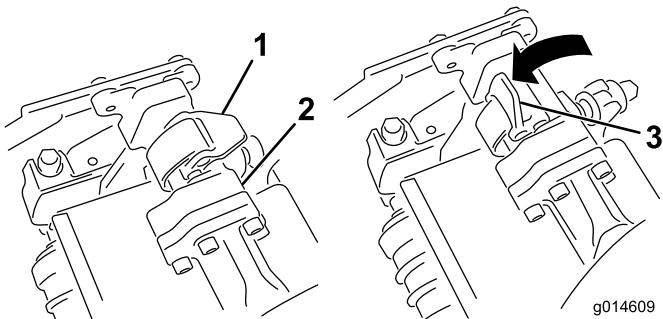
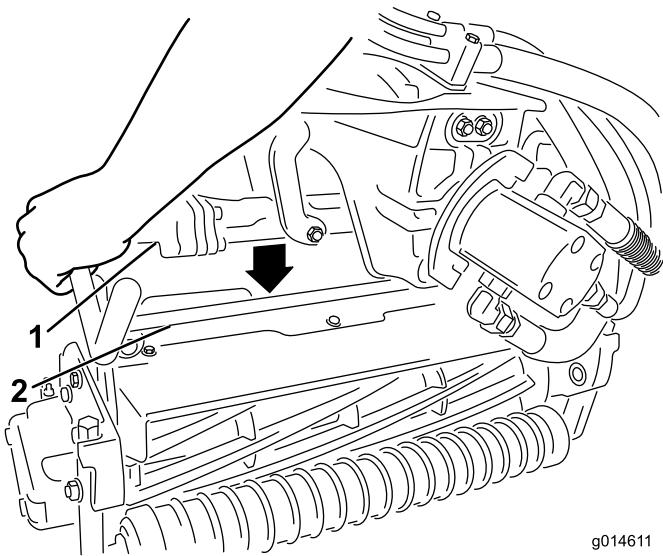

図 33
図 34
4. サスペンションアームのバーについているラッチを上向き開いた状態にして(図33、サスペンションアームを押し下げて、バーを、カッティングユニットのバーの上に被せるようする図34)。
5. ラッチを下げる開じるとカッティングユニットのバーがロックされてユニットがアームにセットされる図33。
5. 取り外したいカッティングユニットのサスペンションアームのバーについているラッチを開く図 33。